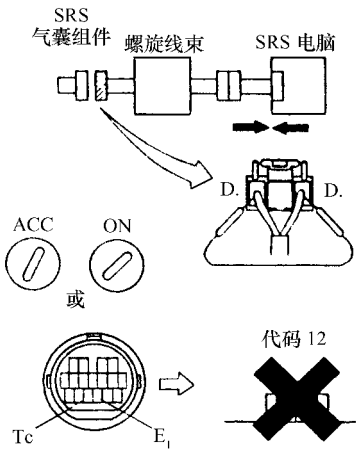

图 7-5 检测 SRS 气囊点火器线路
4)检查 SRS 安全气囊点火器(引爆管)线路和螺旋线束。拔开 SRS 安全气囊组件与螺旋形线束之间的连接插头,如图 7-5 所示,用万用表检测螺旋形线束一侧插头上端子 D +、D - 之间的电阻,正常阻值为无穷大。如阻值不正常,则将 SRS 电脑与螺旋形线束之间的连接器分开,再次检测螺旋形线束一侧插头上端子 D +、D - 之间的电阻,正常阻值应为 0 Ω (因为螺旋线束靠近 SRS 电脑一侧的插头上设有防误爆机构)。如阻值不为零,需修理或更换螺旋形线束。